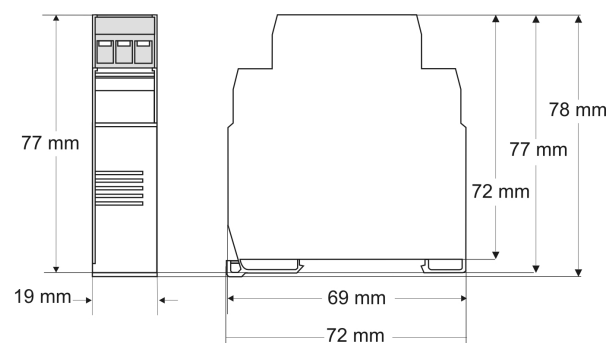

Figura 3 – Dimensiones
**Dimensiones:** Ver Figura 3.